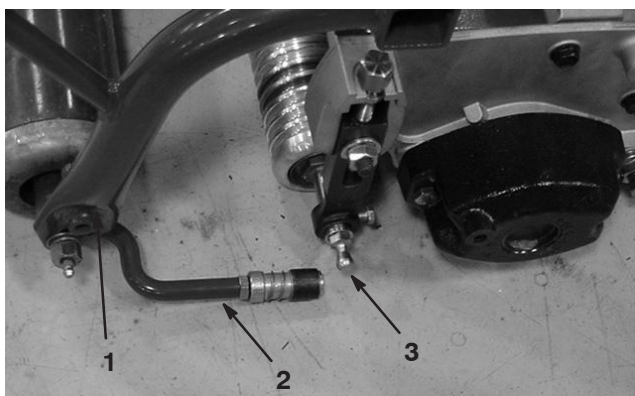

Figure 10
2. Placez une rondelle et une rotule à chaque extrémité du rouleau avant sur les plateaux de coupe (Fig. 10).